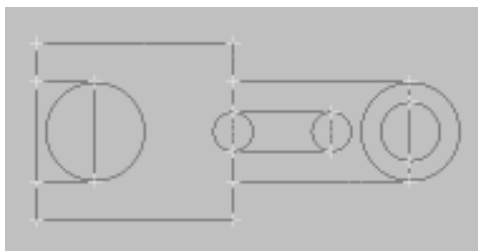

图 2-6 分割效果
9. 对所生成的图形进行修剪。执行 MAIN MENU → Modify → Break → At inters 选项，选中所有的图形，然后选择 Done 命令确定，此时效果如图 2-6 所示，图中的白色“+”表示分割点。